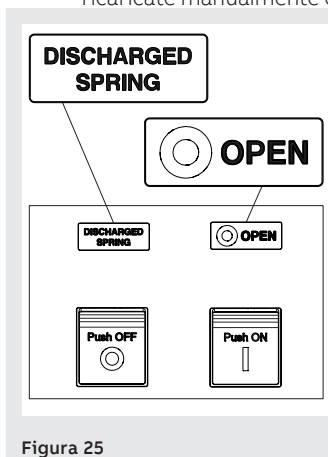

Figura 25
- Interruttore aperto con molle scariche (vedi Figura 25).